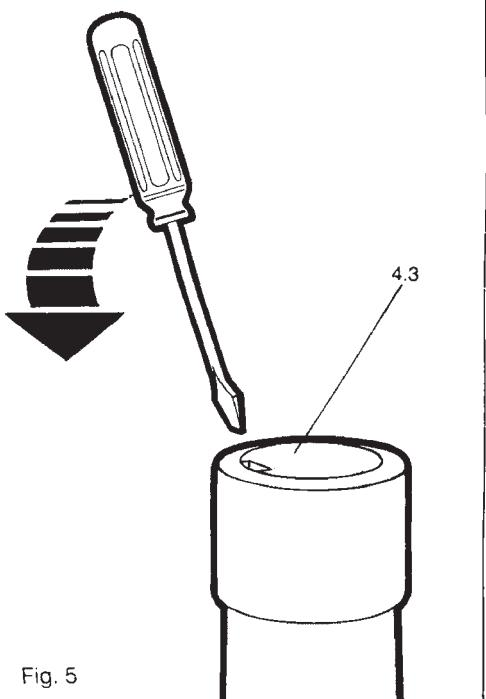

Fig. 5
- Estrarre la placca (4.3) (fig. 5).
- Extrair a placa (4.3) (fig. 5).